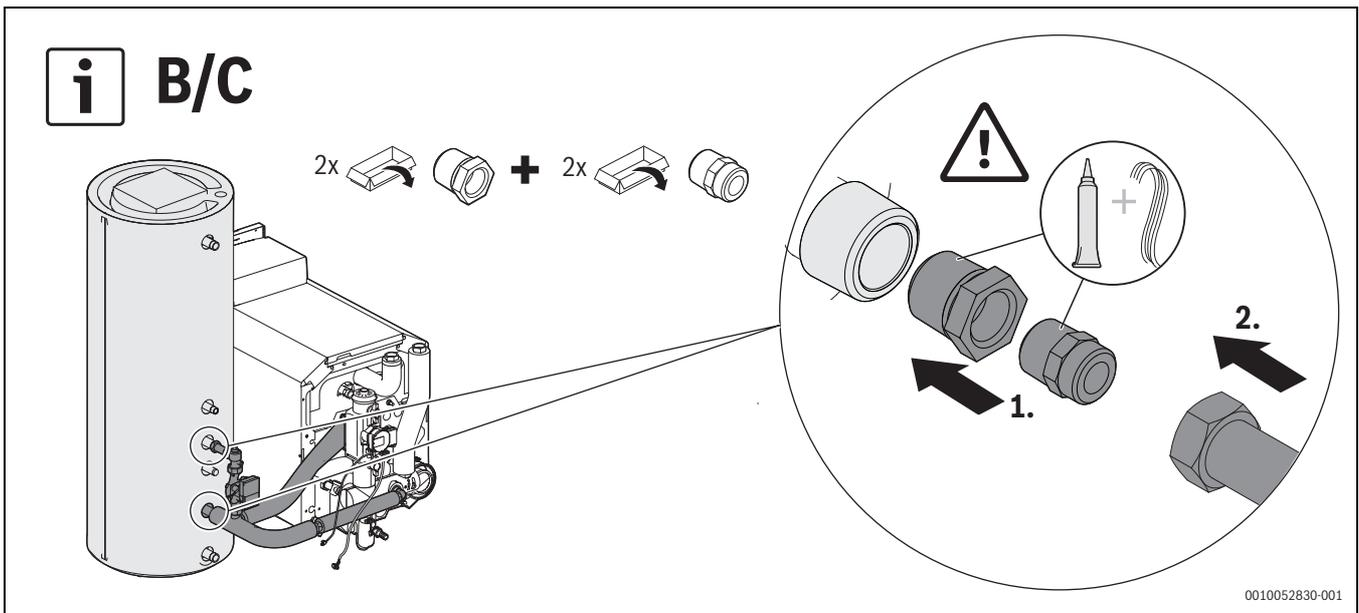

Bild 10 Montage Speicherverbindung stehender Speicher, Varianten B und C
- ▶ Rohrgruppe entsprechend der vorgesehenen Varianten (→Bild 8 – Bild 10) montieren (→separate Installationsanleitung des Speicherverbindungs-Sets beachten); **Varianten B, C.**